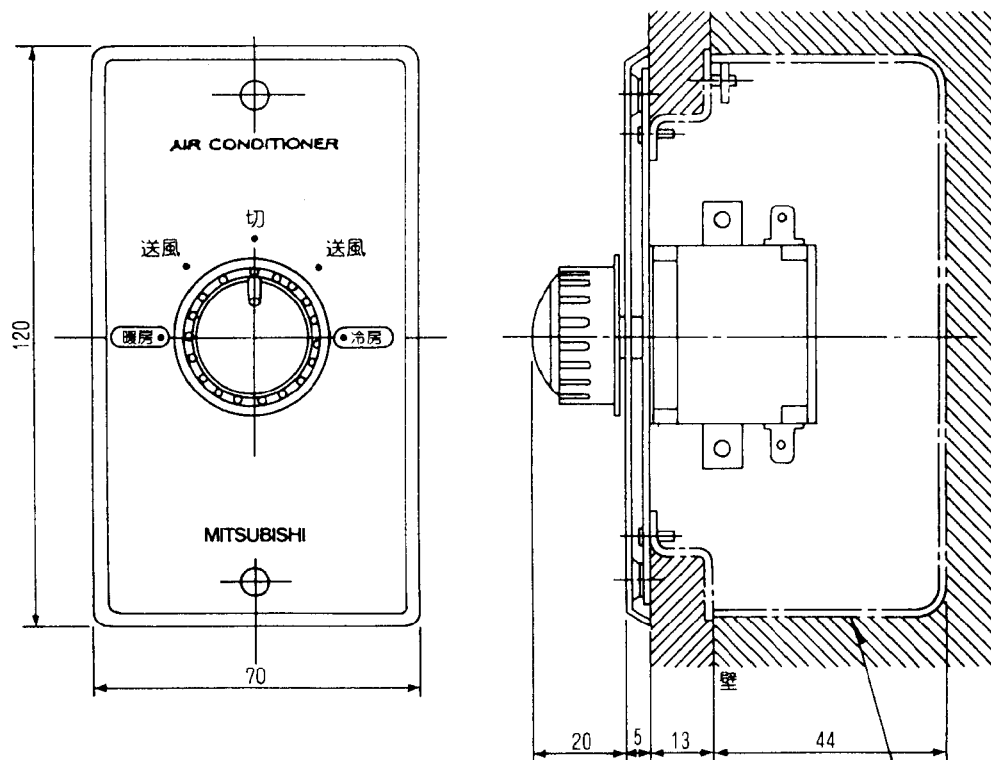

図1
- 2.1 取付にあたっては1個用スイッチボックス(カバー付 JISC8336)が必要です。(図1参照)